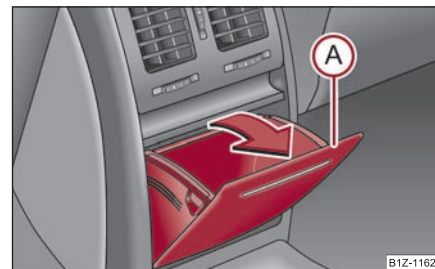

Fig. 130 Consola central trasera: Portaobjetos
- Abra el compartimento guardaobjetos tirando del borde superior del mismo **(A)** en el sentido de la flecha ⇒ página 107, fig. 130.